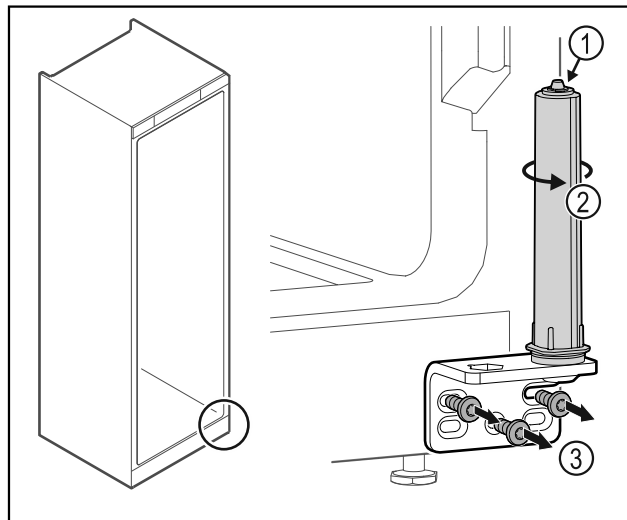

Fig. 36
- ▶ Ne razstavite sistema za zaklepanje vrat Fig. 36 (1).
- ▶ Obračajte zaporni sistem Fig. 36 (2), dokler ne klikne.
- ▶ Odvijte kotnik tečaja vrat Fig. 36 (3).